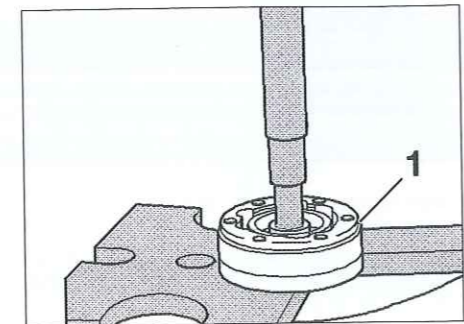

Fig. 8
- Extraer la junta (1) lado caja de velocidades con ayuda de una prensa (Fig.8).